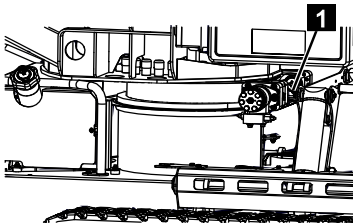

Fig. 261
1. Injecter de la graisse multi-usages sur les graisseurs de la couronne d'orientation (Fig.261/1) avec la pompe à graisse.